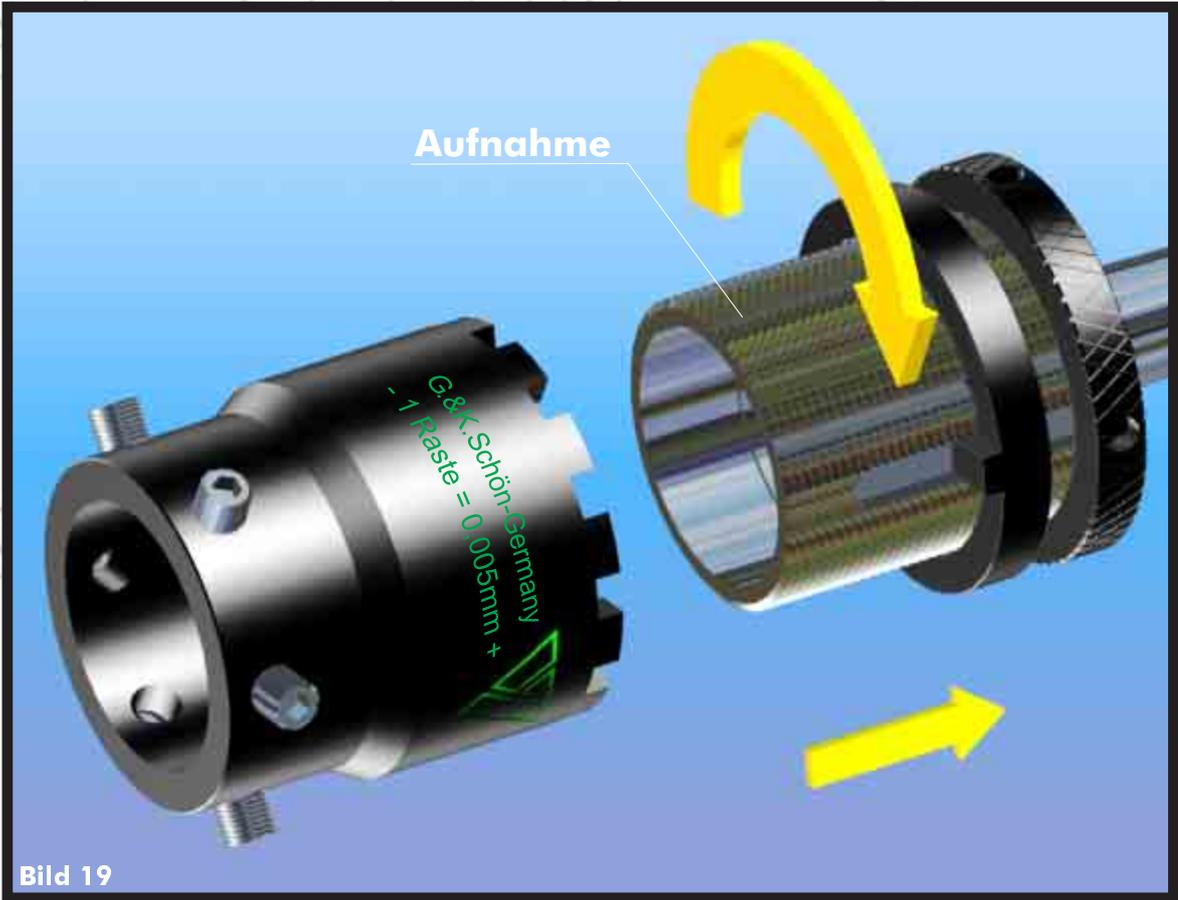

Bild 19
- > **Drehen Sie die Aufnahme komplett aus dem Gehäuse heraus. (Bild 19).**